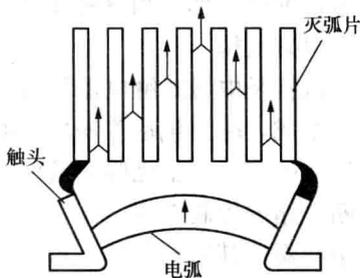

图 1-1-4 栅片灭弧示意图
- 2) 栅片灭弧。如图 1-1-4 所示为栅片灭弧示意图。当触头分断电路时，多片绝缘的灭弧栅将拉入灭弧罩的电弧分割成数段串联的短弧，从而使电弧迅速熄灭。